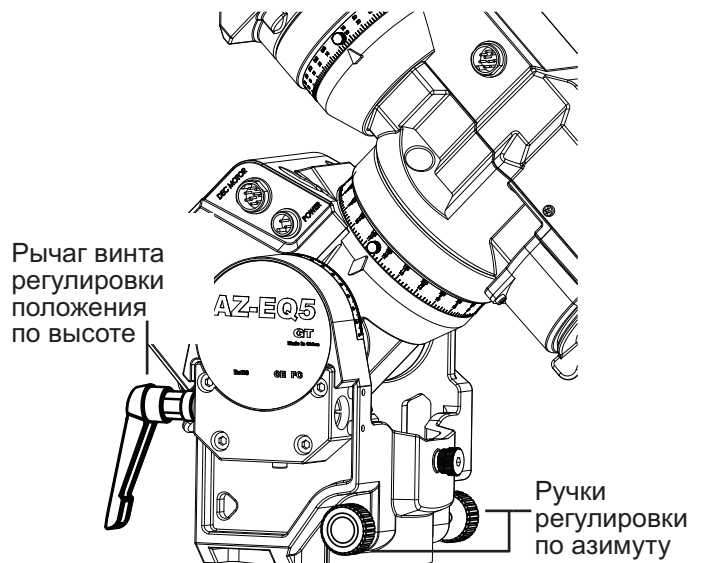

Рис. 3.2b
2. Ослабьте фиксатор искателя полюса (рис. 3.2b).
1. С помощью ручек регулировки по азимуту и рычага винта регулировки положения по высоте переместите отдаленный объект в центр сетки поля зрения искателя полюса (рис. 3.2b).